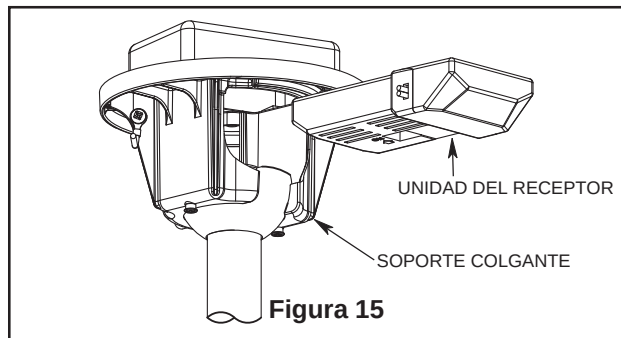

Figura 15
- ☐ 3. Deslice la unidad del receptor en el extremo abierto del soporte colgante. (Figura 15)